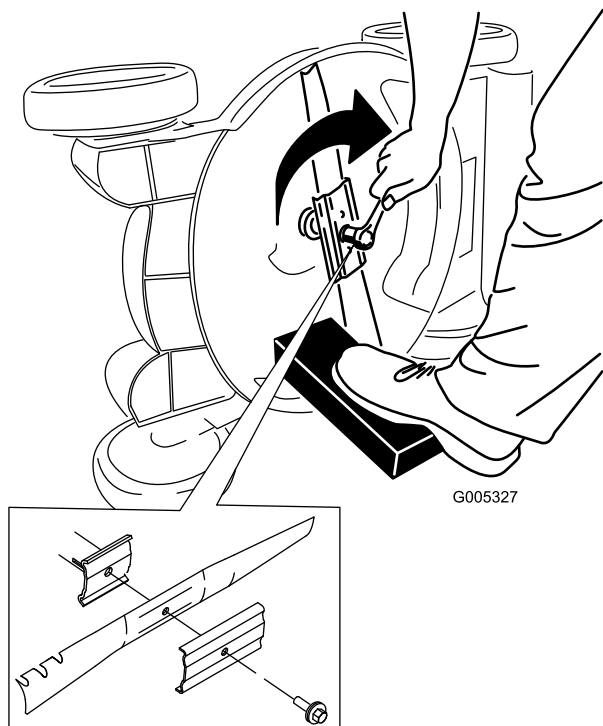

Bild 46
5. Setzen Sie das neue Messer und alle Schrauben auf (Bild 46).